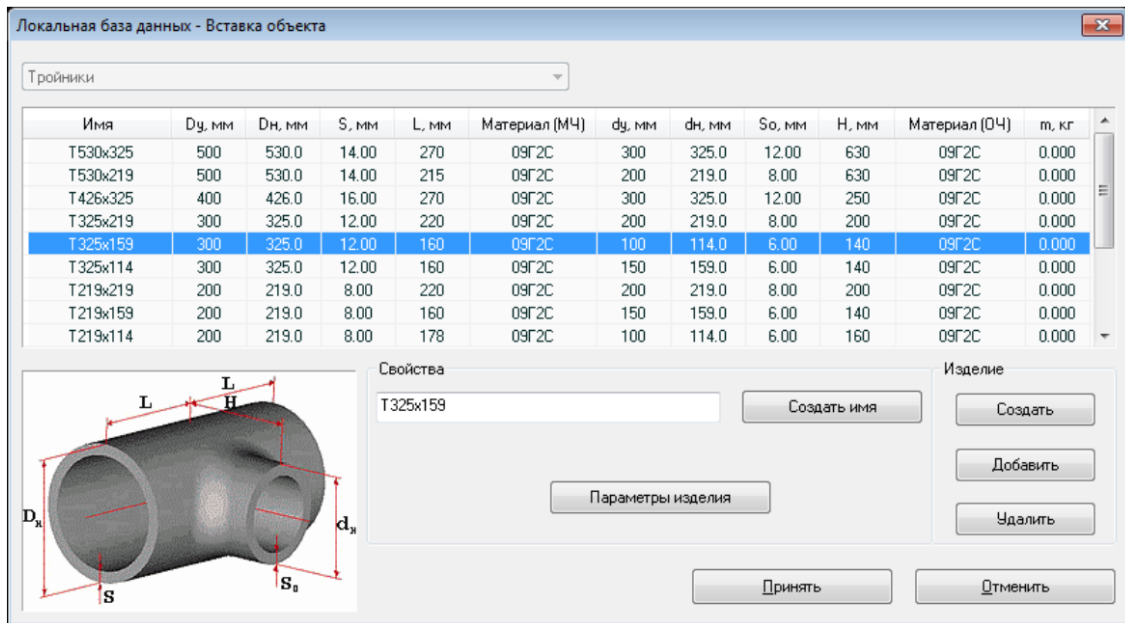

Рис.5.2.9. диалоговое окно вставки тройников.
2. Выберите с помощью указателя мыши узлы, в которые планируется вставить тройники, нажмите правую кнопку мыши и выберите пункт "ВВОД" (или нажмите клавишу <ENTER>). Появится окно таблицы объектов локальной базы данных в режиме вставки объекта ТЕЕ (рис. 5.2.9.).
3. В появившемся диалоговом окне (рис. 5.2.9.) необходимо выбрать один из объектов таблицы ТЕЕ локальной базы данных (выбрать параметры вставляемого тройника). Чтобы вставить тройники, нажмите кнопку "Принять". При этом будет произведена проверка корректности параметров вставляемого объекта. В случае, если один из основных параметров объекта не будет корректно задан, программа выдаст предупреждение и вернет пользователя в окно вставки объекта. Для отмены вставки нажмите кнопку "Отменить".